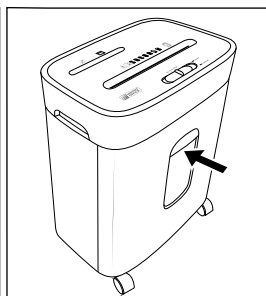

Fig. 4
- ◆ Introduzca el contenedor grande 13 completamente en la base del aparato 15 (consulte la fig. 4).